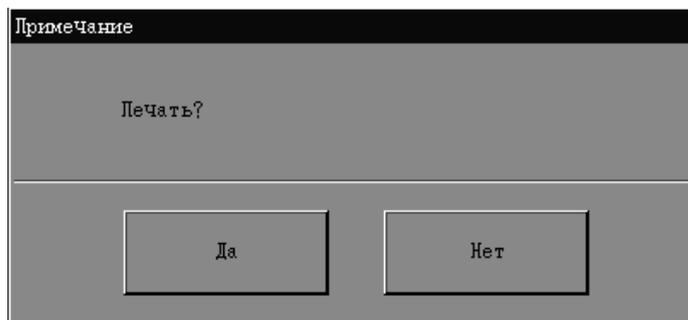

Рисунок 7-21 Диалоговое окно с приглашением
4. **НАЖМИТЕ** кнопку «Печать». Откроется диалоговое окно (Рисунок 7-21).